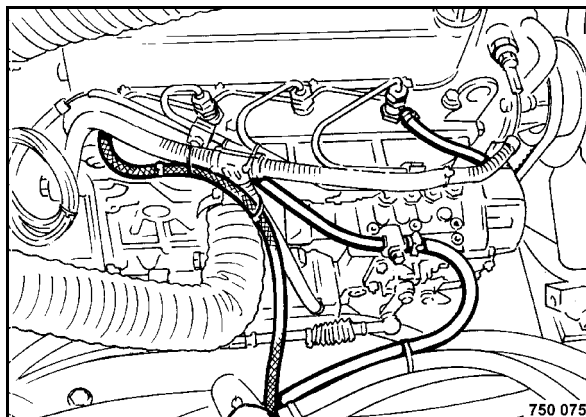

Рис. 132
- Заменять все топливные соединительные шланги (Рис. 132), включая их хомуты.